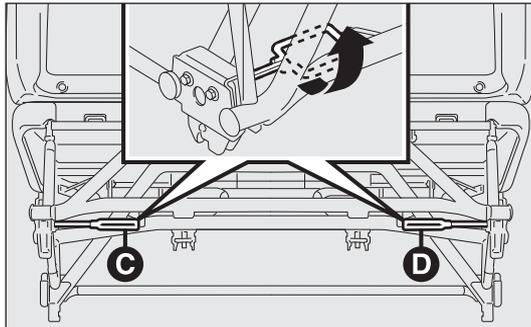

Abb. 42
- ausgehend von der Stellung Sitzbank die Hebel C und D-Abb. 42 nach vorne drehen (wie auf dem Klebeschild auf dem unteren Querträger angegeben);